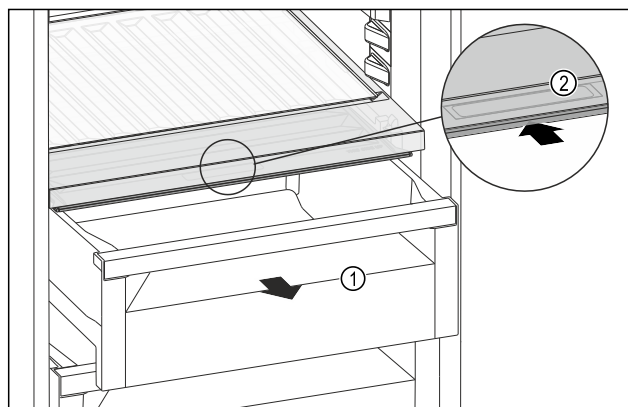

Fig. 157
- ▶ Dra ut utdragslådan Fig. 157 (1).
- ▶ Ta tag i fördjupningen Fig. 157 (2) på facklocket och skjut samtidigt facklocket bakåt.